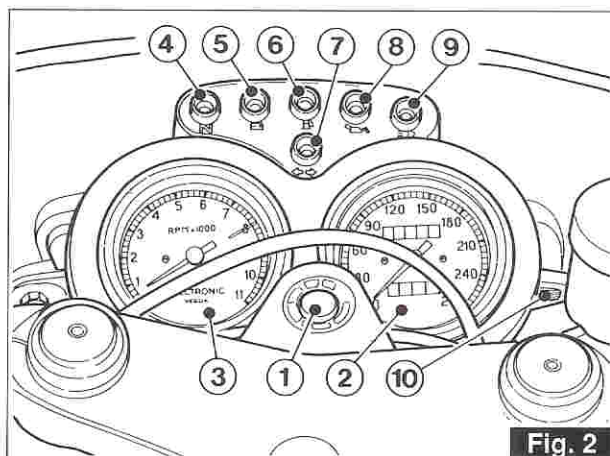

Fig. 2
3.1 QUADRO DI CONTROLLO (fig. 2)
3.1 CONTROL PANEL (fig. 2)
Con chiave «1» di fig. 2 in posizione «ON», il veicolo è pronto per l'avviamento.
- Fermato il motore, ruotare la chiave del commutatore di fig. 2 in posizione «OFF» ed estrarre la chiave dal commutatore.
With the key «1» in fig. 2 in position «ON», the vehicle is ready for starting.
- Once the engine has stopped, turn the key switch (fig. 2) in position «OFF» remove the key from the switch.